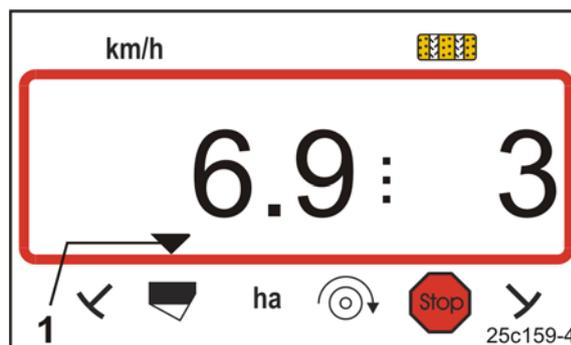

Рис. 274
- на терминале управления отображается указание. Например, в AMALOG+ (Рис. 274/1) выделяется контрольный символ уровня.